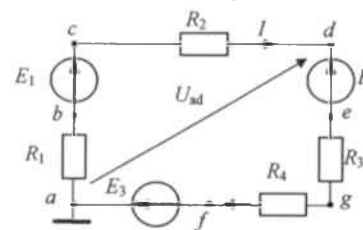
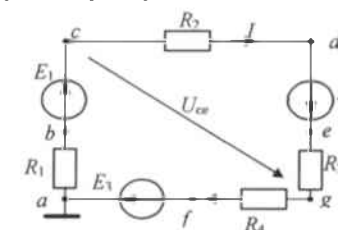

Рис. 2
Рис. 3
- 2) определить напряжение U_{ad} (для схемы рис. 2) или U_{ce} (для схемы рис. 3);